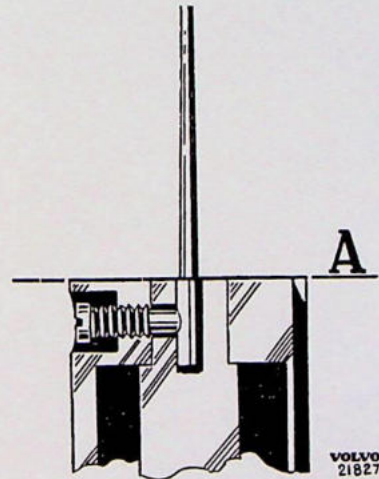

Fig. 2-86. Montage van de regelnaald
2. Monteer de regelnaald (10), zie Fig. 2-86. Het cilindrische gedeelte moet in één lijn liggen met de onderkant van de schuif.
1. Monteer de regelaar overeenkomstig Fig. 2-86. Alleen het tapse gedeelte van de naald mag buiten de schuif uitsteken.